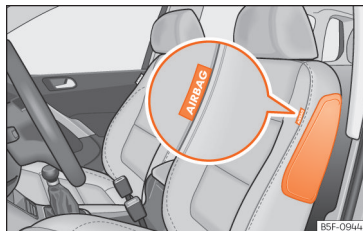
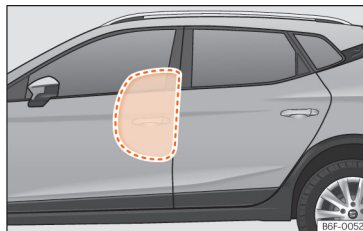

Abb. 31 Seitenairbag im Fahrersitz
Abb. 32 Komplette aufgeblasene Seitenairbag auf der linken Fahrzeugseite.
Die Seitenairbags befinden sich in den Vordersitzlehnen »» (Abb. 31) , »» (Abb. 32).
- Stellen Sie sich, dass Kinder richtig in ihren Sitzen sitzen und ihren Kopf nicht in den Entfaltungsbereich der Seitenairbags halten >>> **(Abb. 32)**, da sie beim Auslösen der Airbags von diesen getroffen werden und schwere Verletzungen erleiden könnten.